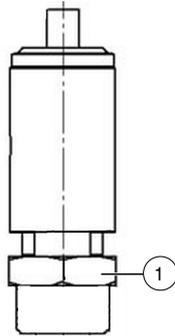
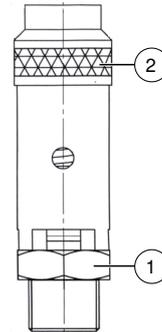

Abb. 27: Sicherheitsventil 1/4"-Anschluss
Abb. 28: Sicherheitsventil 1/2"-Anschluss
2. Öffnen Sie für wenige Sekunden das Sicherheitsventil durch Drehen der Rändelmutter (Abb. 28 auf Seite 46) gegen den Uhrzeigersinn. Während dieses Vorgangs öffnet sich der Verschluss des Sicherheitsventils, wodurch Luft entweichen muss.
1. Setzen Sie an der Schlüssel­fläche einen Gabelschlüssel an (Abb. 27 und Abb. 28 auf Seite 46) und schrauben Sie das Sicherheitsventil gegen den Uhrzeigersinn heraus.